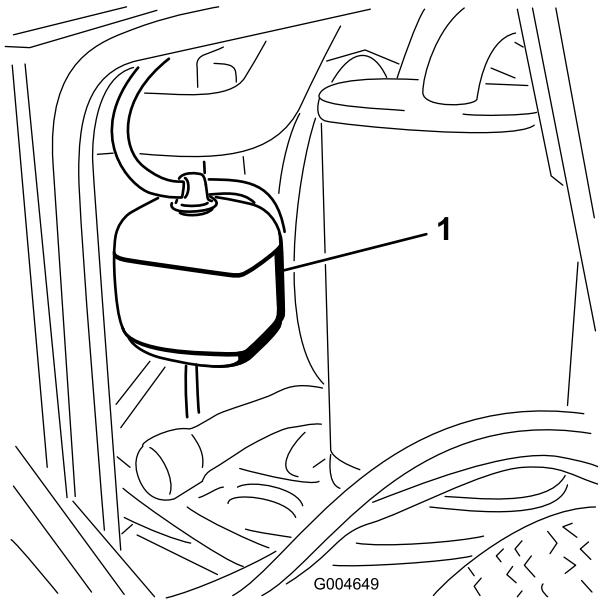

図 51
1. 液量の点検は補助タンクで行う(図 51)。タンク側面についている2本のマークの間にあれば適正である。